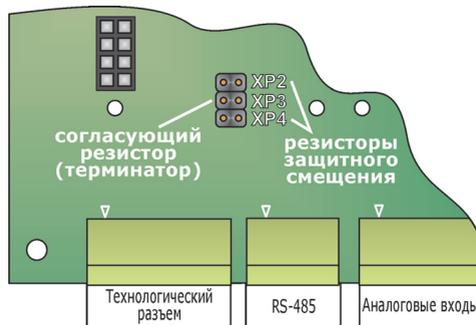

Рисунок 4 - Расположение перемычек включения согласующего резистора (терминатора) и резисторов защитного смещения на контроллере преобразователя
- согласующий резистор (терминатор) необходим для согласования входного сопротивления приемника сигнала с волновым сопротивлением линии связи. При несогласованных сопротивлениях возникает эффект отраженного сигнала, что приводит к возникновению сбоев в передаче данных. Включение встроенного в преобразователь согласующего резистора (терминатора) осуществляется с помощью перемычки XP3 на контроллере преобразователя (см. рисунок 4). По умолчанию согласующий резистор включен (заводская установка).